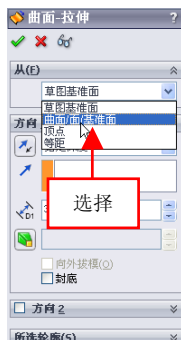

图 7-37 选择【曲面/面/基准面】选项
(4) 单击【草图基准面】右侧的下拉按钮，在弹出的列表框中，选择【曲面/面/基准面】选项，如图 7-37 所示。